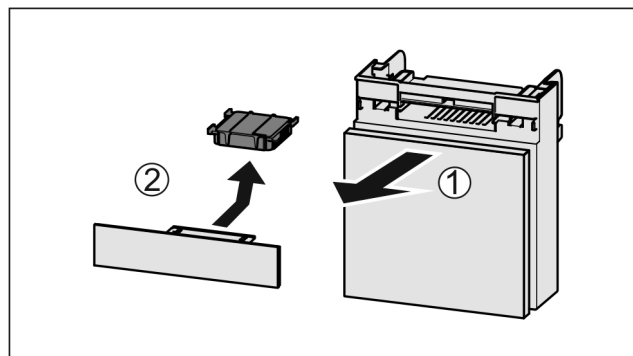

Fig. 164
- Extraire le compartiment par l'avant Fig. 164 (1).
- Sortir le filtre à charbon actif Fig. 164 (2).